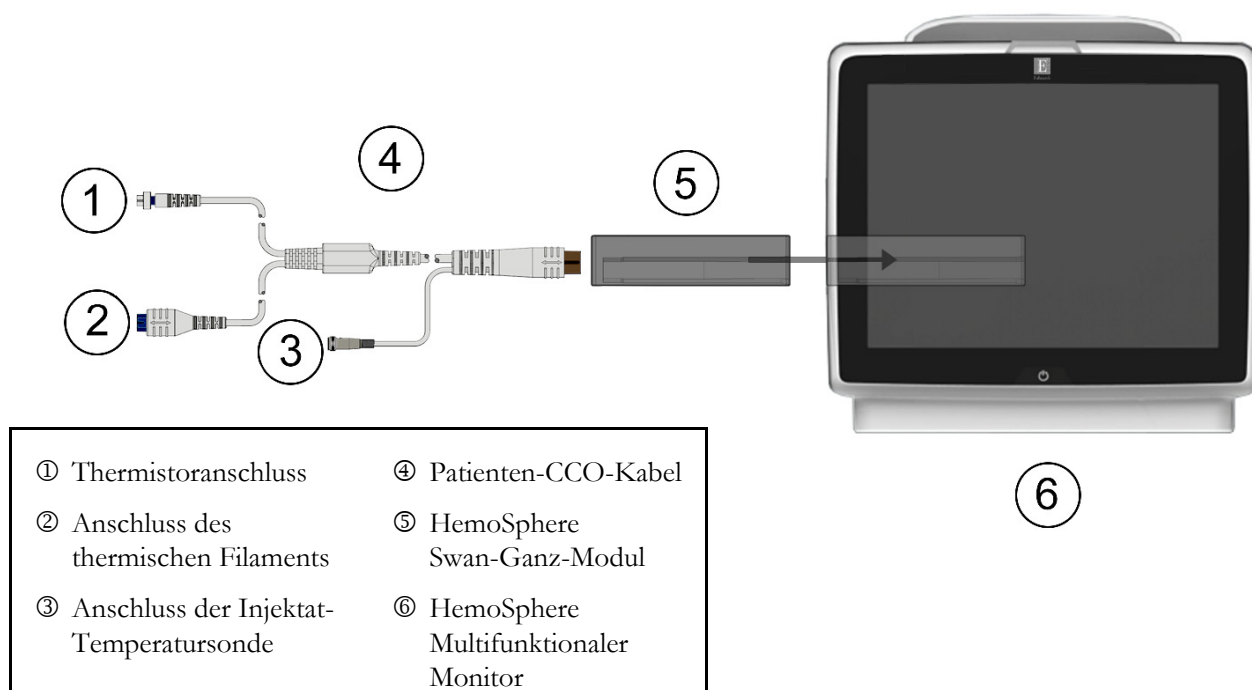

Abbildung 4-1 HemoSphere Swan-Ganz-Modul – Übersicht der Anschlüsse zur Überwachung
Eine Übersicht über die Anschlüsse zur Überwachung mit dem HemoSphere Swan-Ganz-Modul finden Sie in Abbildung 4-1.
11 Verbinden Sie den Thermistoranschluss ① und den Anschluss des thermischen Filaments ② des Swan-Ganz CCO-Katheters (Abbildung 4-1) mit dem Patienten-CCO-Kabel.
11 Verbinden Sie den Thermistoranschluss des Swan-Ganz-Katheters (①, Abbildung 4-1) mit dem Patienten-CCO-Kabel.
11 Verbinden Sie den Thermistoranschluss ① und den Anschluss des thermischen Filaments ② des Swan-Ganz-Volumetrikatheters (Abbildung 4-1) mit dem Patienten-CCO-Kabel.